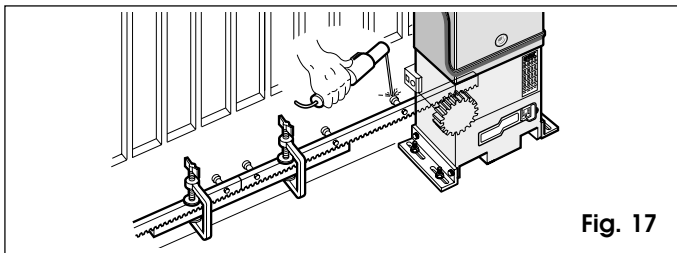

Fig. 17
- 5) Acerquen otro elemento de cremallera al precedente, utilizando para sincronizar la dentadura de los dos elementos, un trozo de cremallera como se indica en la Fig.17.